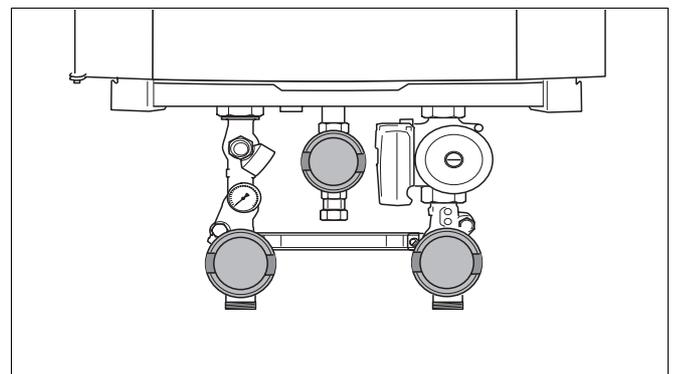

Fig. 102 Chiudere i rubinetti (qui: in posizione "chiusa")
- Chiudere il rubinetto del gas (fig. 102).
- Chiudere i rubinetti di manutenzione (fig. 102).